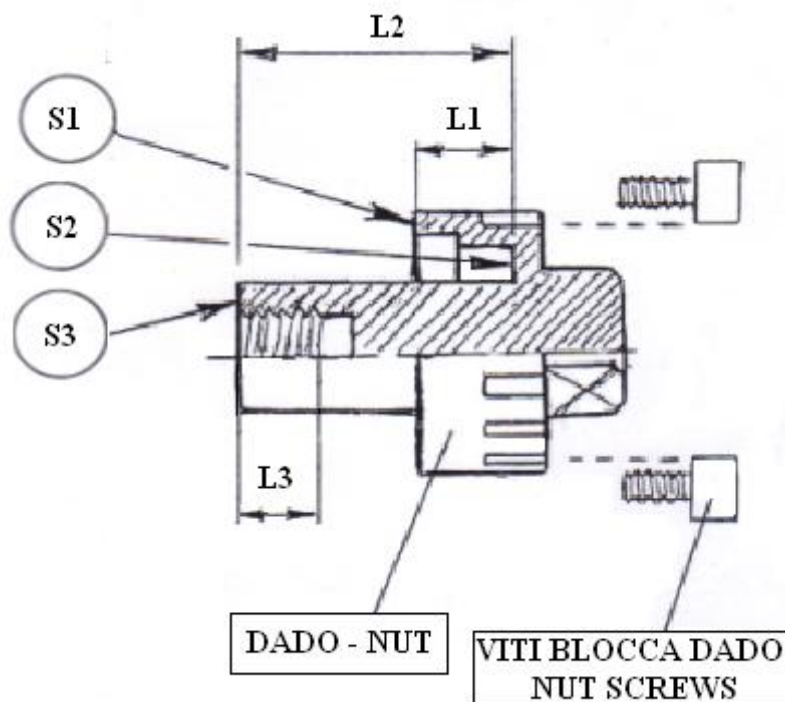

Fig. 9
7) INSTRUCCIONES PARA EL MONTAJE Y/O ELABORACIÓN DE LA TUERCA DE FIJACIÓN DE LA HÉLICE Fig. 9. - INSTRUCTIONS FOR THE PROPER WORKING OF THE BLOCKING NUT OF THE PROPELLER Fig. 9.